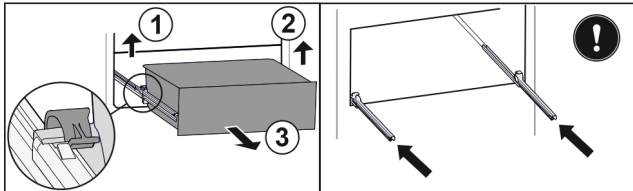

Fig. 114
- Підняти лівий затискач і одночасно висувний ящик ліворуч потягнути вперед. Fig. 114 (1)
- Підняти правий затискач і одночасно висувний ящик праворуч потягнути вперед. Fig. 114 (2)
- Вийняти висувний ящик рухом вперед. Fig. 114 (3)